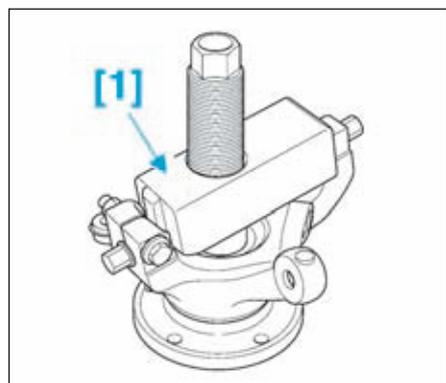

FIG.5
- Mettre en place l'outil [1], puis bloquer l'ensemble dans un étau (Fig.5).